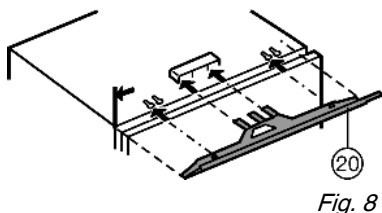

Fig. 8
- ▶ Установите выравнивающий козырек Fig. 8 (20) ← со стороны ручки на одном уровне с боковой стенкой устройства: вдвиньте в перемычку и навесьте на замочные отверстия.